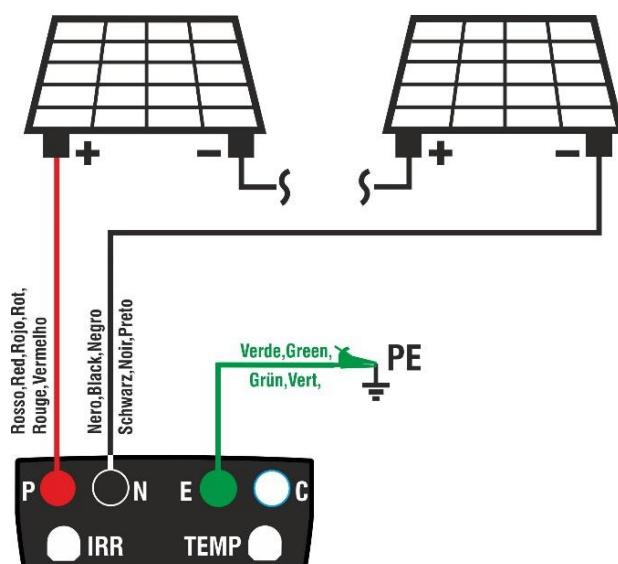

Fig. 9: Connexion de l'instrument pour la mesure de l'isolation en mode GFL
8. Connectez l'instrument à la chaîne PV à l'essai comme indiqué dans la Fig. 9. Il est rappelé qu'il est également nécessaire de sectionner les éventuels déchargeurs connectés aux câbles de la chaîne et qu'il est conseillé d'effectuer la mesure en amont des éventuelles diodes de blocage.